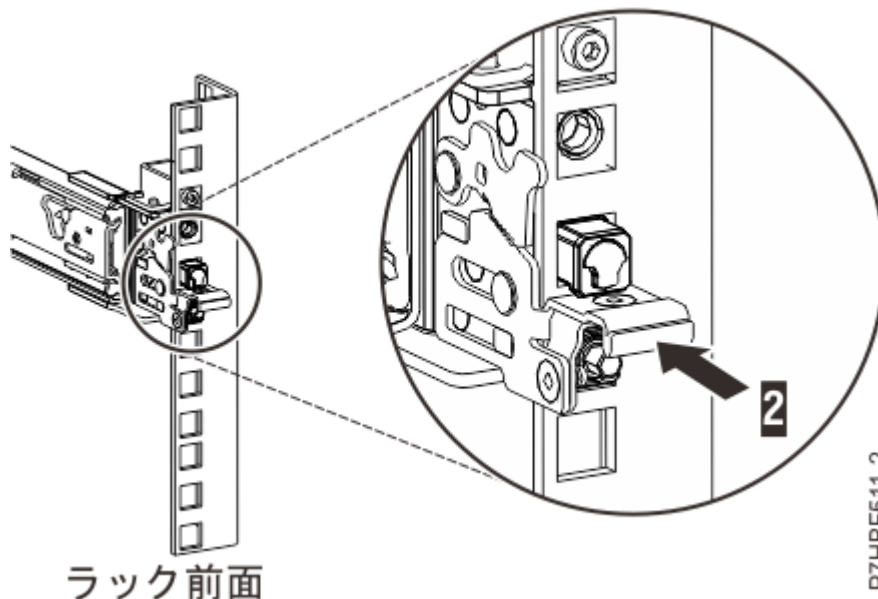

図 6. ラックの前面レールに取り付けられているラッチ
7. スライド・レールを前方に引きながら、3つのピンがラックの穴から突出していることを確認した後に前面ラッチ (2) を最後まで押し込みます。詳しくは 6 ページの図 6 を参照してください。